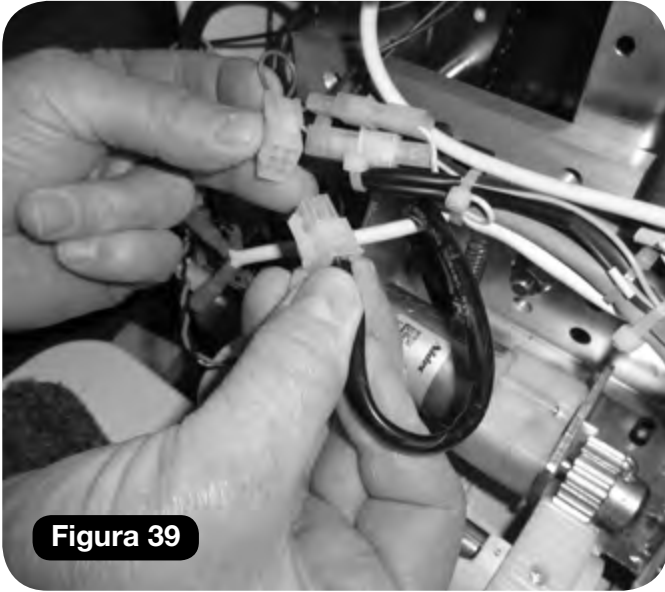

Figura 39
- e Acople el conector (**Figura 39**).